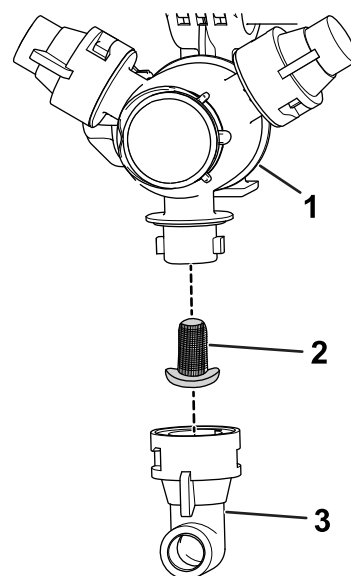

Figura 52
2. Îndepărtați duza din turela de pulverizare (Figura 52).
3. Îndepărtați filtrul duzei (Figura 52).
5. Montați filtrul duzei (Figura 52).
6. Montați duza la turela de pulverizare (Figura 52).